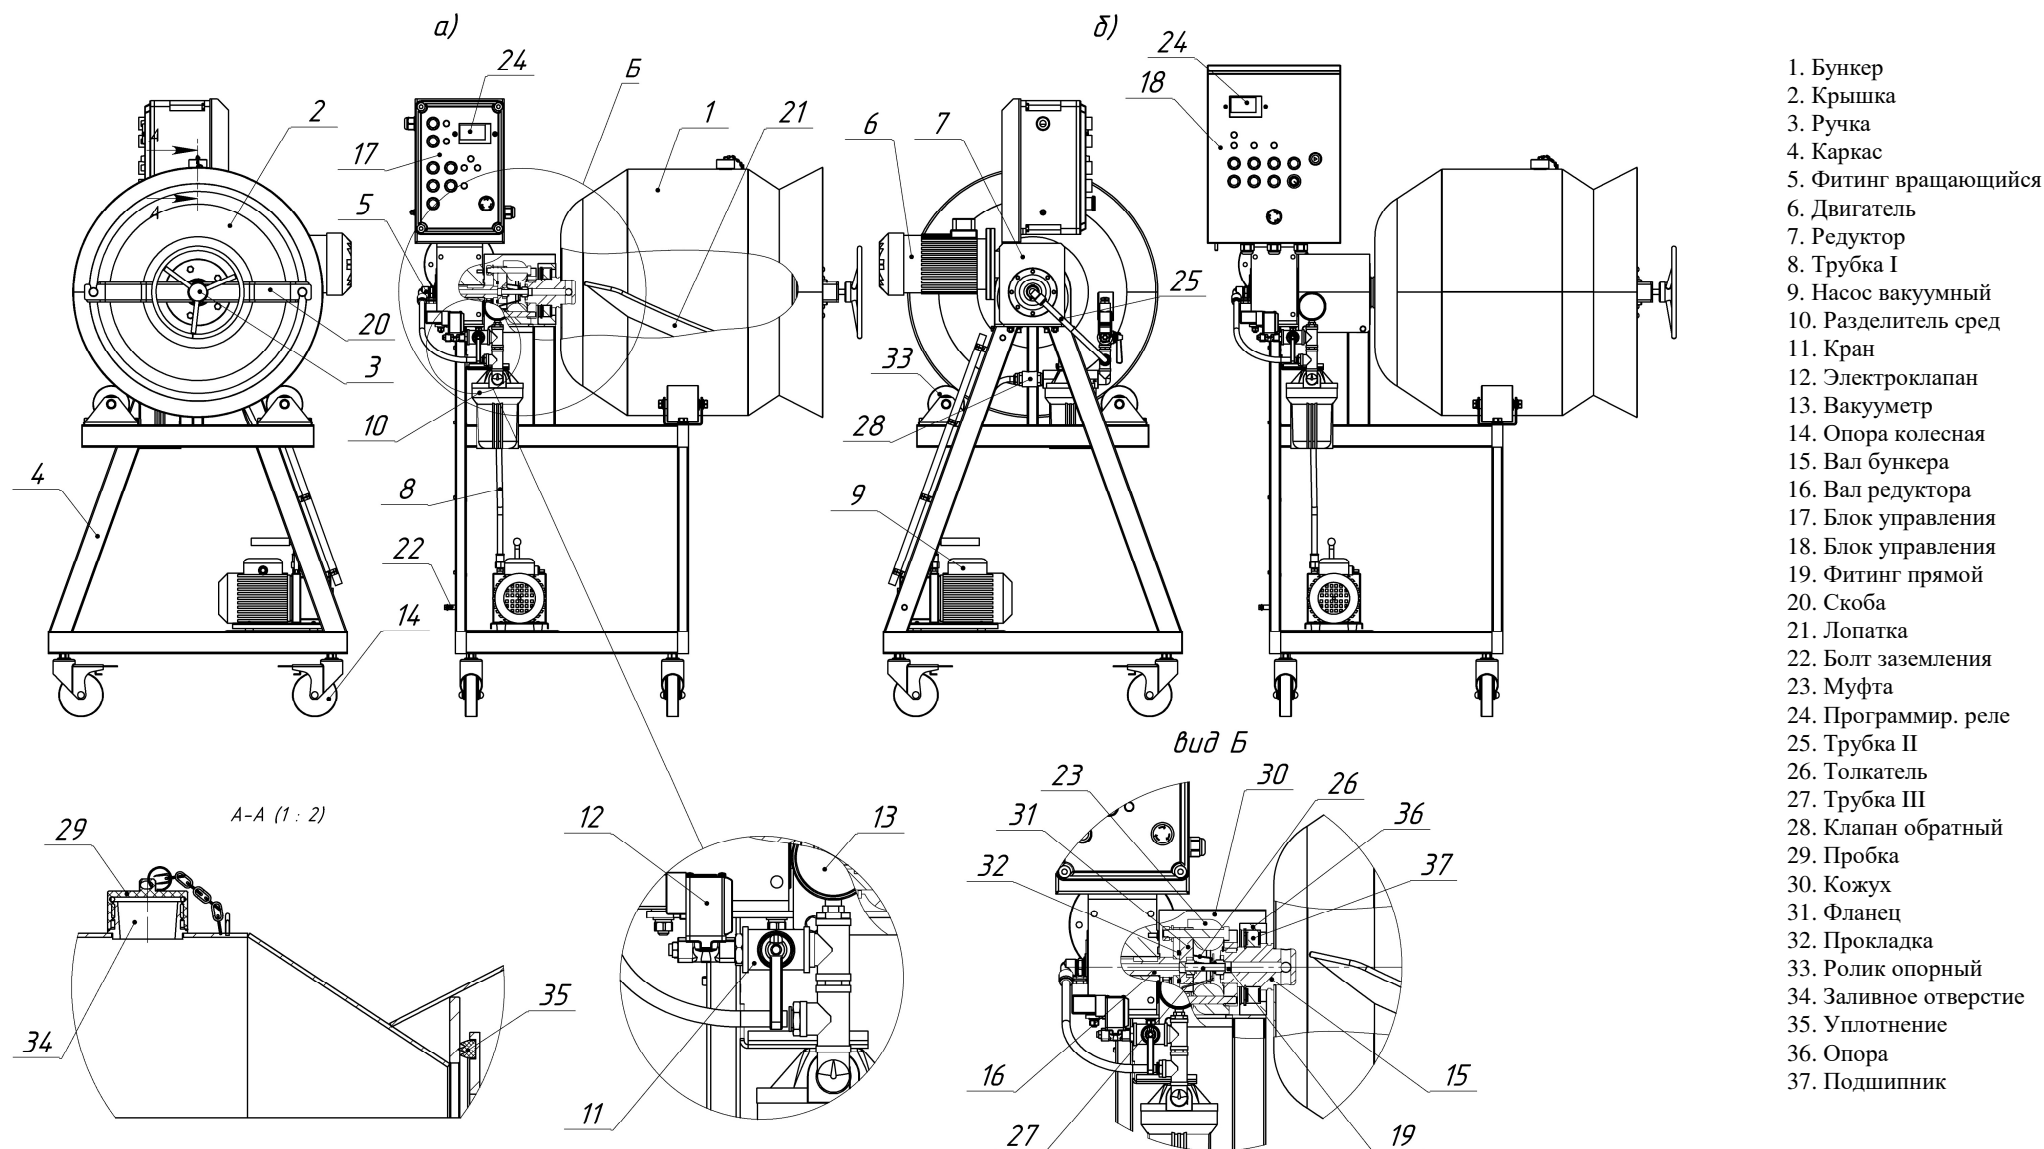

Рисунок 1. Массажер вакуумный: а) ИПКС-107-100(Н); б) ИПКС-107-100Ч(Н).
5.19 На время работы массажера необходимо дополнительно устанавливать защитное ограждение с лицевой стороны массажера и со стороны крышки 2 (рисунок 1, 2).
На массажерах марки ИПКС-107-100Ч(Н), ИПКС-107-200Ч(Н) предусмотрено регулирование скорости вращения бункера, для чего на панели блока управления 18 (рисунок 1, 2) повернуть регулятор «СКОРОСТЬ» в сторону «МИНИМУМ» или «МАКСИМУМ», задавая наиболее предпочтительную скорость массажа.
7.11 Во время работы массажера необходимо следить за величиной остаточного давления по вакуумметру 13 (рисунок 1, 2).